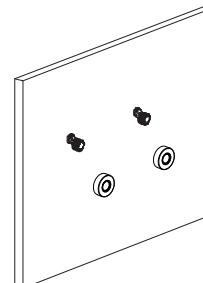

Abbildung 3
- d) Schrauben Sie die Zierabdeckungen ⑩ an die Wand (Abbildung 3)